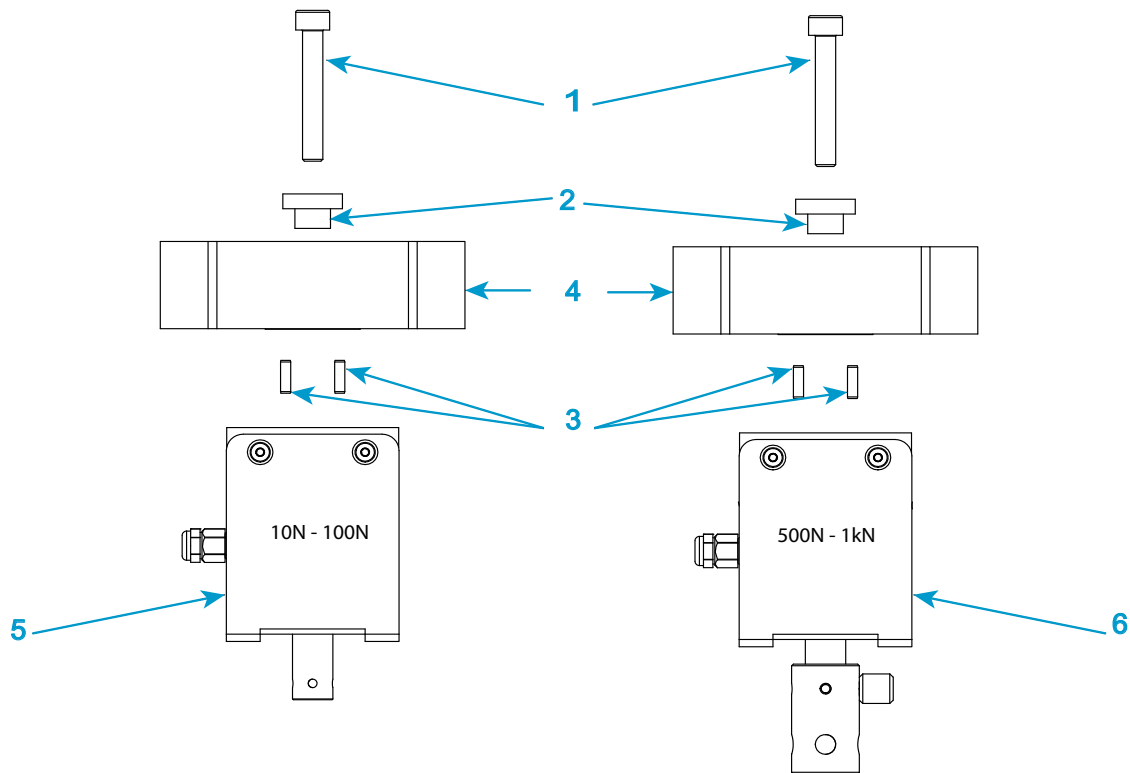

Figura 15. Instalación de una célula de carga de la serie 2519: capacidad de 10 N a 1 kN
Leyenda de Figura 15
1. Consulte Figura 15 en la página 87 y su leyenda relacionada.